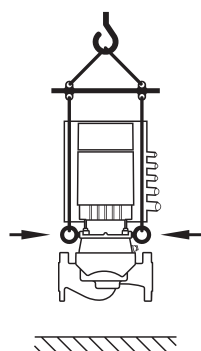

Fig. 8: Transport av pumpen
- Pumpen ska transporteras med tillåtna lyftanordningar (t.ex. lyftblock, kran osv.). De ska fästas på transportöglorna som finns på motorflänsen (fig. 8, visas här: lyftriktning med vertikal motor-axel).